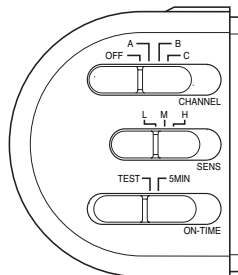

Figura 7
- Deslice el interruptor CHANNEL a OFF, el interruptor de sensibilidad (SENS) a la posición "L", y el interruptor ON-TIME a la posición TEST (vea la Figura 7). *Nota:* La fase de prueba (TEST) anula la fotocélula (función de apagado de la luz del día) y permite que la lámpara sea probada durante el día o la noche.
1. Deslice el interruptor de CANAL (CHANNEL) al canal deseado (A, B, o C) en todas las luces que deben estar interconectadas entre sí (ver Figura 7).